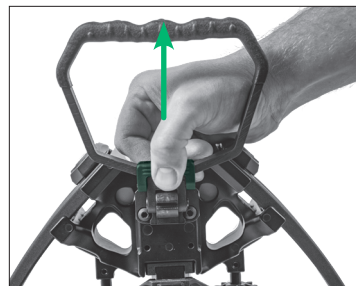

FIGURE 11
- 5a** Appuyez sur le levier sur le dessous du fût. (Fig. 11)
2. Pour tourner l'étrier pliable depuis la position entièrement déployée, soulever le levier de dégagement de l'étrier situé à la base de l'étrier d'armement (Fig. 11).